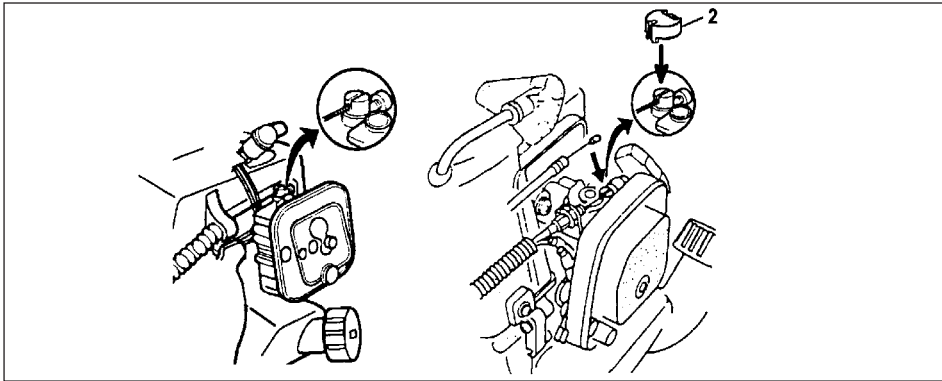

Рис. 1-6
Присоединить конец дроссельного провода к карбюратору и установить крышку шарнирного соединения (2) (при наличии), если она включена в комплект инструментов, на шарнирное соединение. (Рис. 1-6)